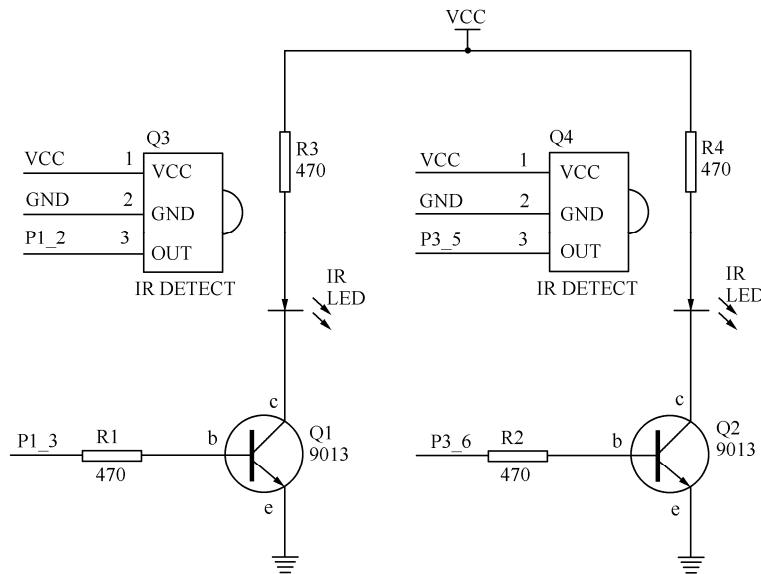
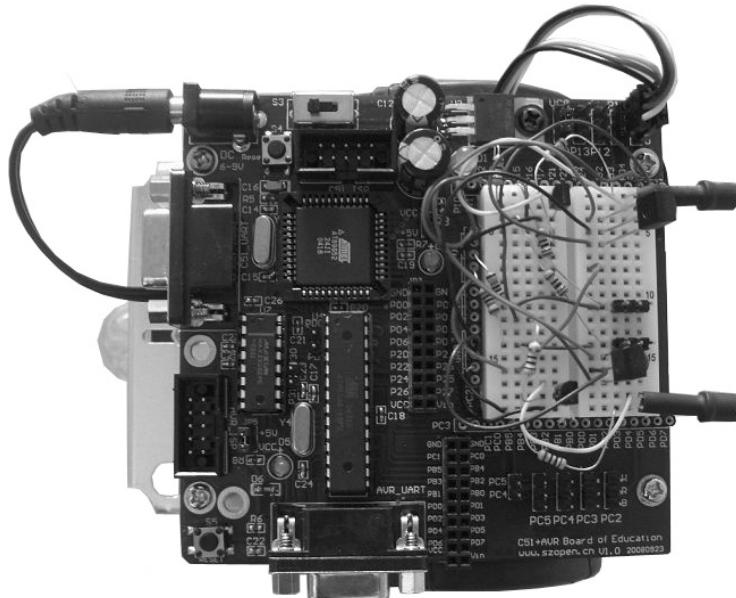

图 5-3 左侧和右侧 IR 组原理图
图 5-4 左、右 IR 组实物
- 建立如图 5-3 所示的电路，左、右 IR 组实物如图 5-4 所示。
现在简单介绍 9013 的工作原理。它的基区做得很薄, 当按图 5-3 连接时, 发射结正偏, 集电结反偏, 发射区向基区注入电子, 这时由于集电结反偏, 对基区的电子有很强的吸引力, 所以由发射区注入基区的电子大部分进入集电区, 于是集电极的电流增大。